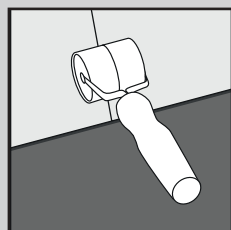

Fig. 4
5. Continúe instalando tablonos/baldosas a lo largo de la sala hasta completar la fila ayudándose de un rodillo de mano (Fig. 4). Solo si fuera necesario, utilice una maza de goma y un recorte del producto para golpear con suavidad y que encaje. Puede utilizar una palanca para encajar el producto en los bordes del perímetro de la sala (Fig. 5).